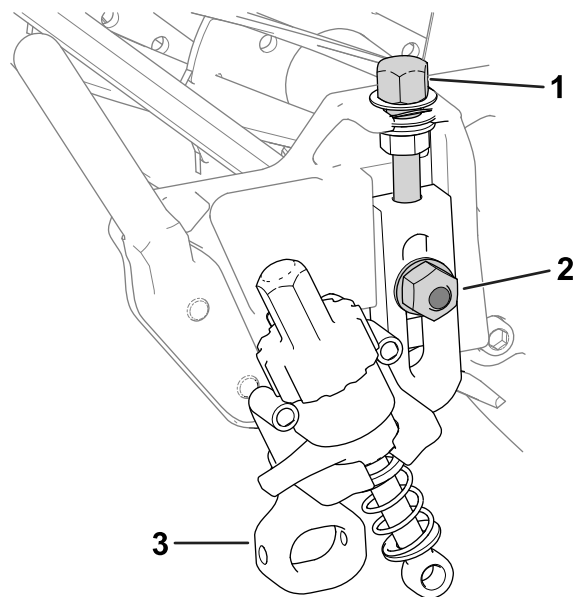

Bild 11
1. Schrauben Sie die zuvor entfernten Stellschrauben für die Schnitthöhe in die Oberseite der Schnitthöhenhalterungen (Bild 11).
Bundmuttern und Spezi­alscheiben an den Seitenplatten des Mähwerks (Bild 11).